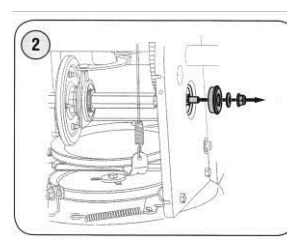

Рис. 20
- 2. Осторожно открутите шестигранную гайку и снимите шайбу, которые крепят вал к корпусу машины и слегка постучите по краю вала, так чтобы показался подшипник с правой стороны. См. рис. 20